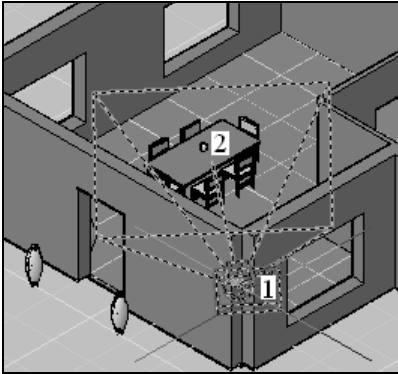

Рис. 8.14. Создание камеры внутри просматриваемой модели
- 2. Задайте привязкой (или любым другим способом) координаты точки, в которой будет размещаться камера (на рис. 8.14 это точка 1). Например, для задания координат удобно воспользоваться координатными фильтрами на виде сверху.
3. Таким же образом задайте координаты точки на цели, в которую будет направлена камера (на рис. 8.14 это точка 2).